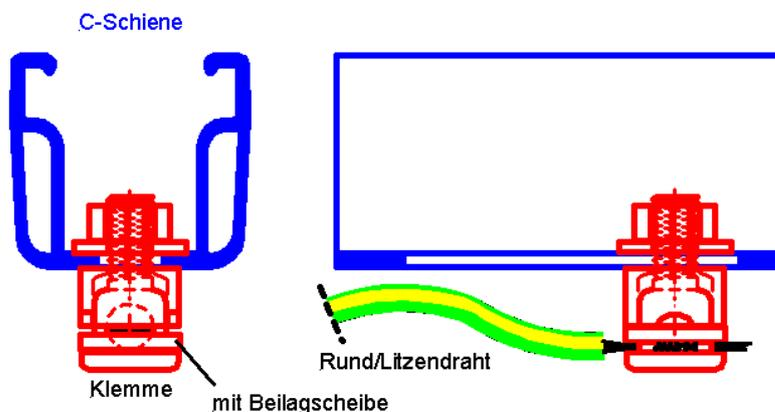

Abbildung 28: Anbindung des Montagesystems an die Erdung mittels novotegra-Erdungsverbinder
- Erdungsrunddraht mit 8-10 mm Durchmesser (bzw. in der Schweiz 6-10mm Durchmesser). Der Anschluss an die C-Schiene erfordert ein Anzugsmoment von 20 Nm (Abbildung 28 oben). ODER
- Erdungsleitung mit mindestens 16 mm2 (blitzstromtragfähig, Kupfer, nicht feindrähtig) angeschlossen, (Abbildung 28 unten). Anzugsmoment 10 Nm
Kann dieser Trennungsabstand "s" zu den Blitzfang- und Ableiteinrichtungen (Maschen) nicht eingehalten werden, so muss der PV-Generator auf kürzestem Weg mittels Erdungsverbindern an den äußeren Blitzschutz angeschlossen werden. Dabei reicht es aus, jeweils eine der beiden Schienen jeder einzelnen Modulreihe anzuschließen. Dies geschieht mit einem Erdungsrunddraht von 8-10 mm Durchmesser (für die Schweiz gelten 6-10 mm Durchmesser) sowie mit den passenden Abzweigklemmen vom Blitzschutzsystem aus (ebenfalls bauseits erforderlich). Anbringung des Erdungsverbinders an der C-Schiene wie in (Abbildung 28 oben) beschrieben mit einem Anzugsmoment von 20 Nm.